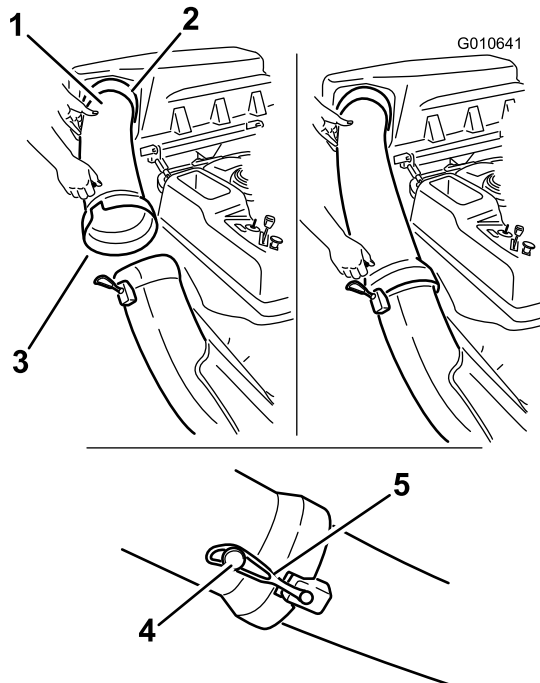

Figura 19
1. Introduzca el extremo curvo del tubo de descarga en el orificio de la tapa del ensacador (Figura 19).
2. Coloque el extremo abocinado del tubo de descarga sobre el extremo del conducto. Enganche la correa de goma del conducto alrededor de la clavija del tubo de descarga (Figura 19).